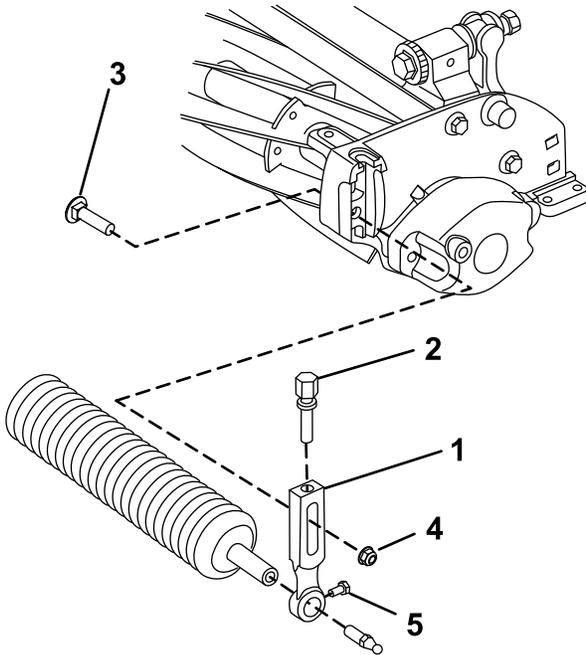

图 3
- 卸下将其中一个剪草高度臂固定至滚刀组侧板的防松螺栓及凸缘锁紧螺母图 3。
2. 旋松剪草高度臂上的滚筒安装螺丝图 3。
3. 将滚筒轴滑入滚刀组另一端上的剪草高度臂中图 3。
4. 将剪草高度臂滑到滚筒轴上图 3。
5. 用之前卸下的剪草高度臂和紧固件将滚筒松松地固定到滚刀组上图 3。
7. 拧紧滚筒安装螺丝图 3。